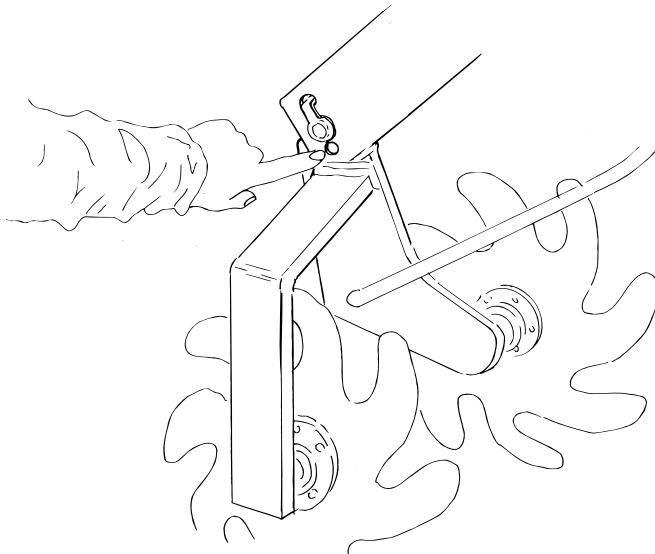

Figure 2.36
- 4 Si es necesario, la altura de los discos individuales se puede ajustar en relación con los otros discos. Es posible quitar el pasador en la serie de agujeros tal como se muestra en “Figure 2.36”.